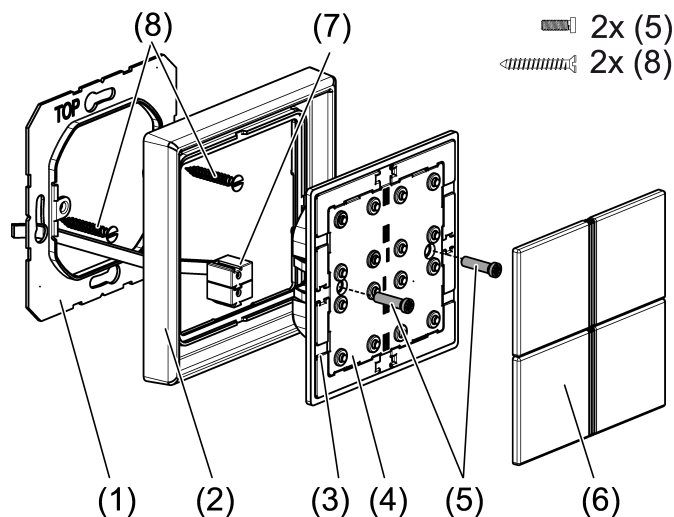

Bild 1: Montage Tastsensor-Modul
- Adapterrahmen (3) lagerichtig von vorn auf das Tastsensor-Modul (4) aufrasten (siehe Bild 1). Kennzeichnung **TOP** = oben beachten.